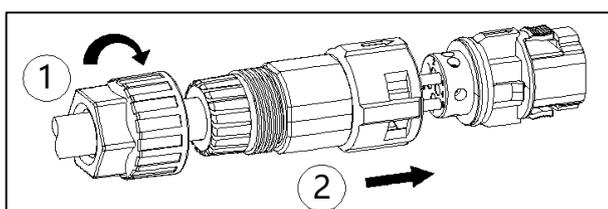

Figura 3.7-3 Montagem do plugue
- 6) De acordo com a Figura 3.7-3, ajuste o comprimento do cabo, aperte a porca de aperto do plugue na manga e, em seguida, empurre o plugue conectado na "manga".